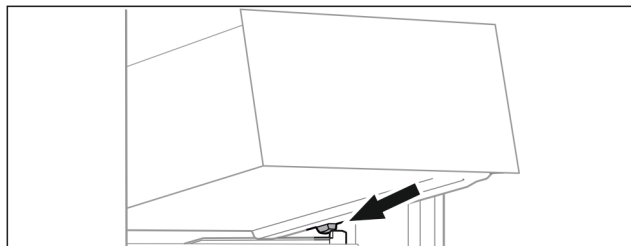

Fig. 97
- Lade schuin achter de stoppers op containerrib plaatsen. (zie Fig. 97)